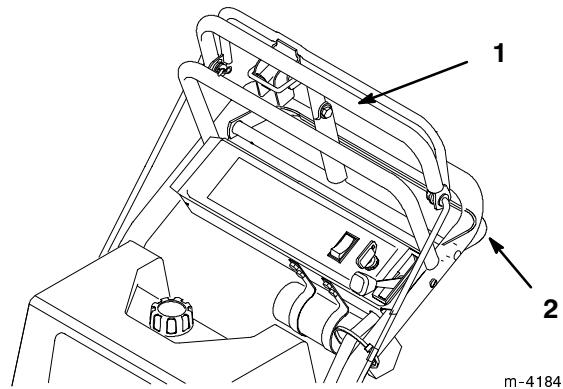

Abbildung 14
3. Langsam den oberen Fahrantriebshebel drücken, um vorwärts zu fahren (Abb. 14).
Um geradeaus zu fahren, auf beide Enden des oberen Fahrantriebshebels gleich stark drücken (Abb. 14).
Zum Richtungswechsel, die rechte Seite des Fahrantriebshebels ziehen, um nach rechts zu fahren, die linke Seite ziehen, um nach links zu fahren (Abb. 14).
3. Langsam untere Betätigungsstange und Griffstange zusammendrücken, um rückwärts zu fahren (Abb. 14).
Um geradeaus zu fahren, gleichmäßigen Druck auf beide Seiten des unteren Fahrantriebshebels ausüben (Abb. 14).
Zum Richtungswechsel den Druck auf der Seite des Fahrantriebshebels wegnehmen, in die man abbiegen möchte (Abb. 14).